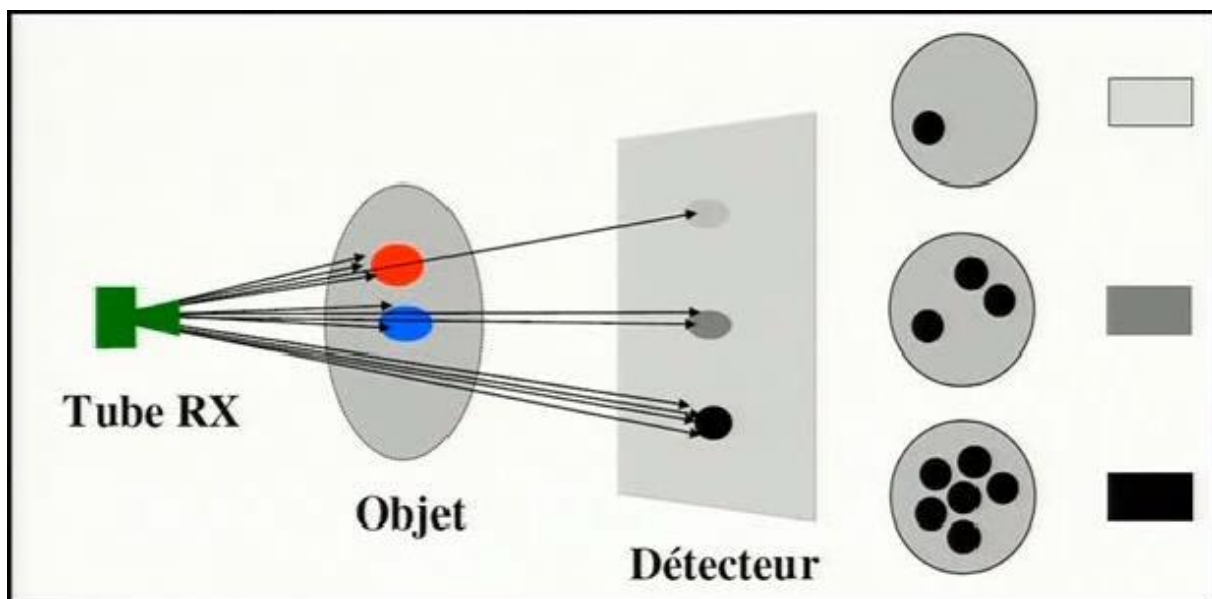

Fig 2 : Les rayons vont traverser les tissus et on va voir sur un récepteur comment ces rayons ont été atténués par la traversée de la matière.
- Pour la radiologie, la grandeur physique est le **coefficient d'atténuation des rayons X (Fig 2)**